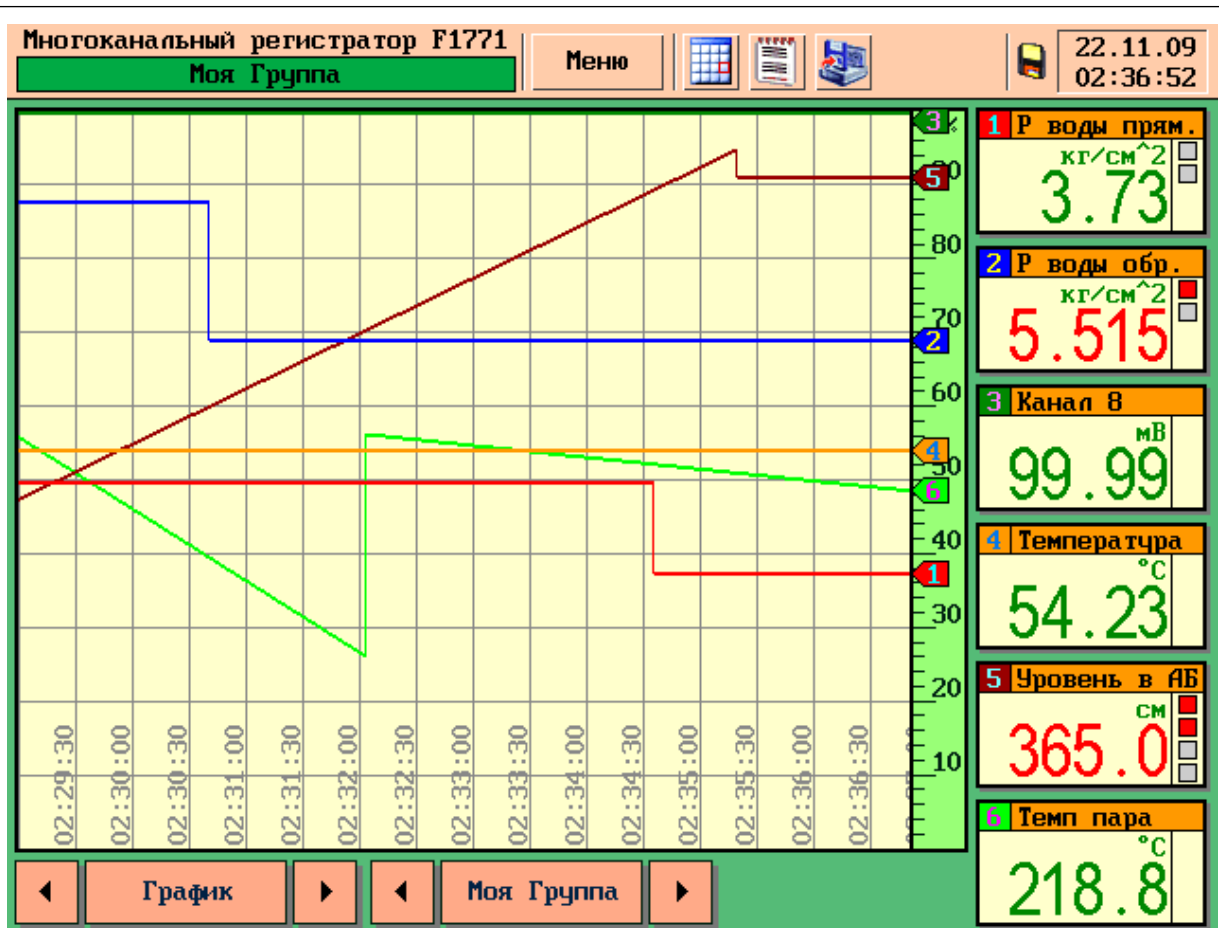

Рисунок 12 – Режим «Горизонтальный график для группы каналов»
- «Горизонтальный график» – оси X соответствует время измерений, ось Y – шкала измерений (см. рисунок 12).
– «Горизонтальный график» – ось X соответствует время измерений, ось Y – шкала измерений (см. рисунок 12)